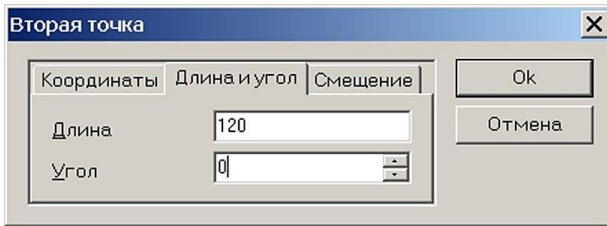

Рис. 30
- на вкладке «Длина и угол» открывшегося диалогового окна «Вторая точка» (рис. 30) задать длину создаваемого отрезка и угол его наклона относительно горизонтальной оси; при первоначальном открытии диалогового окна «Вторая точка» в его полях ввода записаны текущие значения длины и угла динамического объекта.